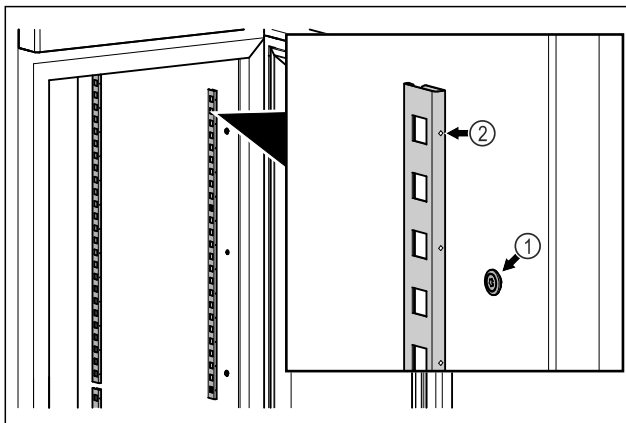

Fig. 48 Eksempelfremstilling
- ▶ Hekt sperrelistene inn i opphenget Fig. 48 (1). Merkeringen Fig. 48 (2) må peke fremover.